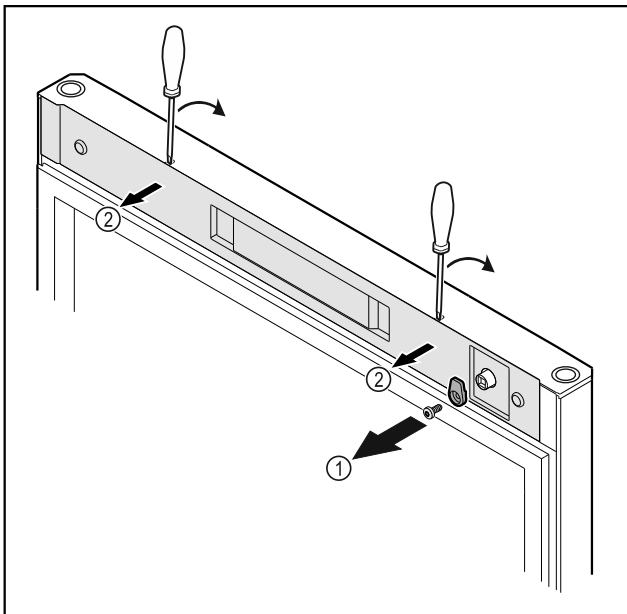

Fig. 14
- Odskrutkujte zatvárací hák Fig. 14 (1).
- Odistite kryt Fig. 14 (2) malým skrutkovačom a odoberte ho.